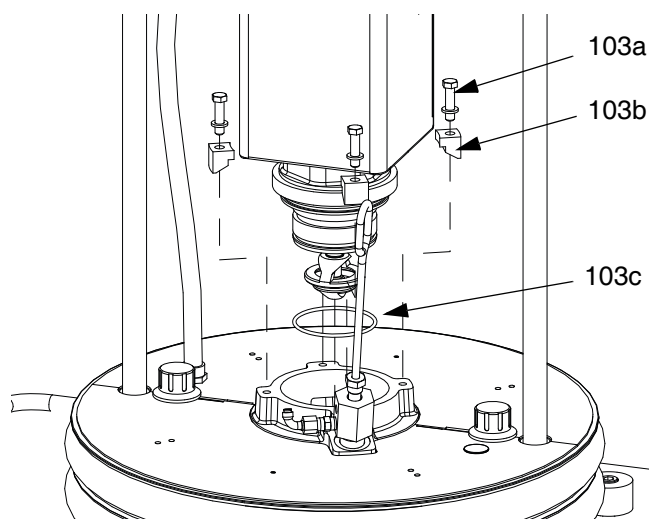

FIG. 41: montagekit van 55 gallon
2. Maak de pomp met schroeven (103a) en klembeugels (103b) aan de volgplaat vast. Zie FIG. 41.